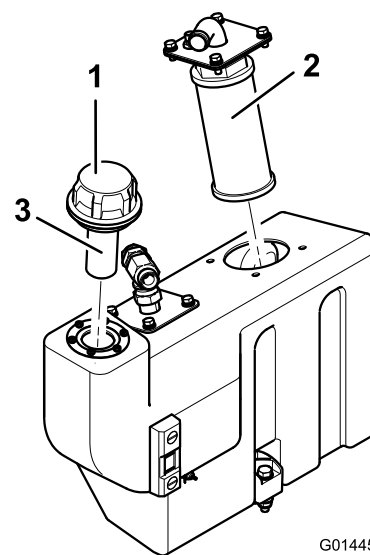

Figura 75
1. Rimuovete la flangia di aspirazione del serbatoio dell'olio per poter raggiungere la succhieruola (Figura 75).
2. Svitare la succhieruola, rimuovetela e pulitela con paraffina o benzina prima di montarla (Figura 75).